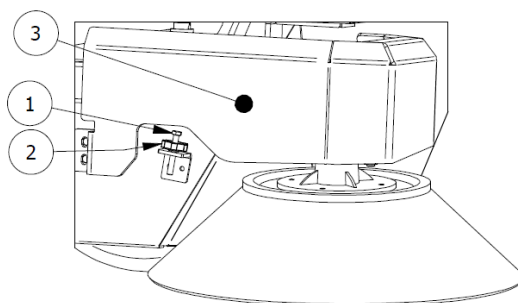

Figura 41
- Agire sulla vite (**Part. 1 Figura 41**) per regolare l'altezza della spazzola. Più bassa sarà la vite, e più bassa sarà la spazzola.
- Al raggiungimento dell'altezza desiderata, bloccare la posizione stringendo la ghiera (**Part. 2 Figura 41**)
NOTA: se necessario rimuovere la protezione della spazzola laterale (**Part. 3 Figura 41**) e rimontarla a regolazione ultimata.